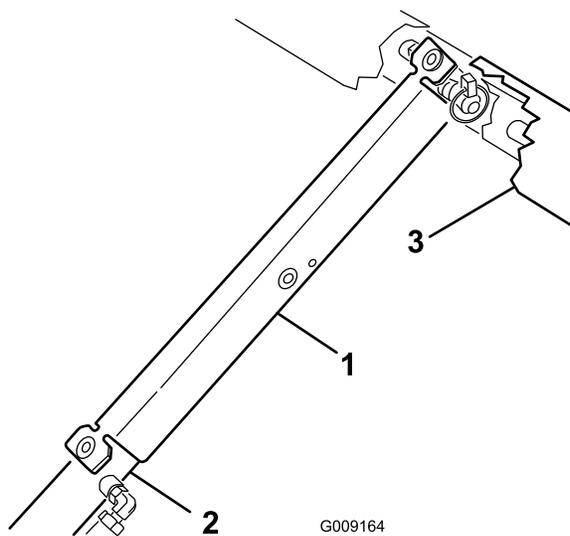

Рисунок 79
8. Поместите опору кузова на шток гидроцилиндра, проследив, чтобы концевые лепестки опоры опирались на торец корпуса гидроцилиндра и на торец штока гидроцилиндра подъема (**Рисунок 79**).